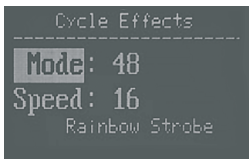

Рис.6
**Cycle Effects** – окно вида (Рис.6). **Mode** – заранее запрограммированные динамические циклические режимы освещения, их названия отображаются в нижней части окна. Скорость меняется при изменении значения **Speed**. Выбор **Mode/Speed** вращением **COLOR**, изменение – вращением **INTENSITY**.